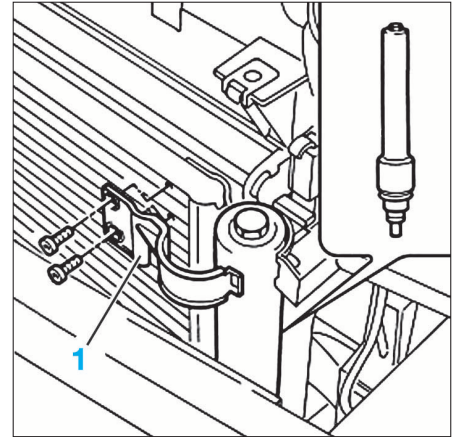

FIG. 26
- Déposer la fixation (1), puis extraire le filtre déshydrateur (Fig.26).